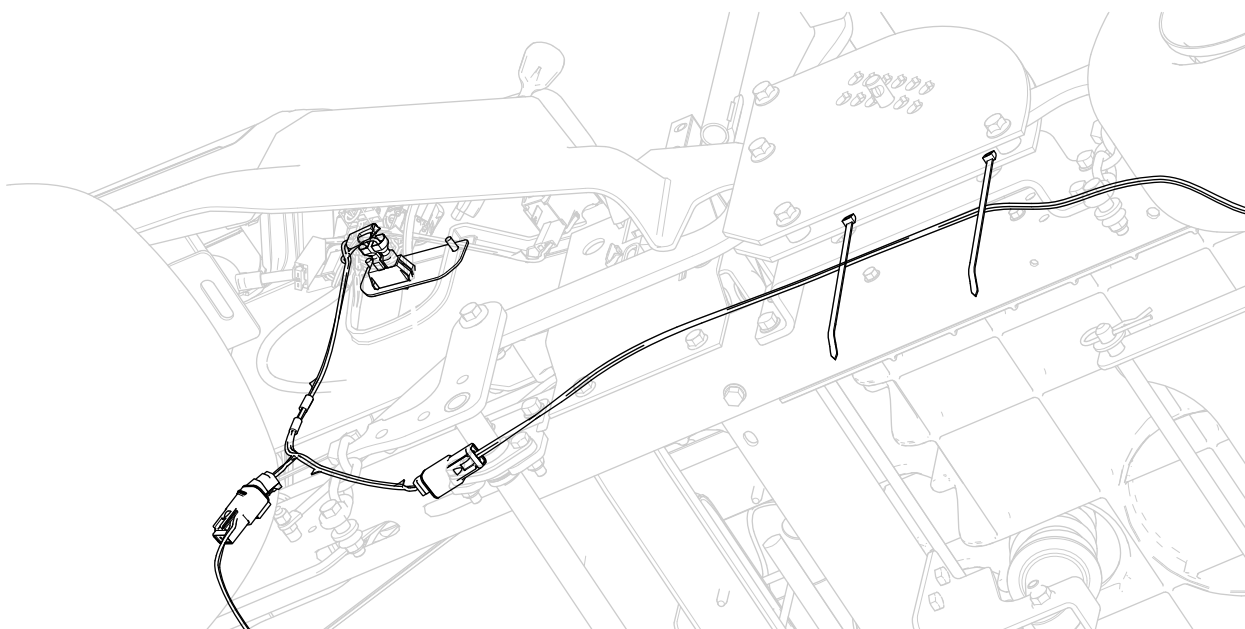

Bild 13
8. Verlegen Sie den Kabelbaum zwischen der rechten Steuerplatte und dem Hubhebel für die rechte Schneideinheit (Bild 13).
9. Schließen Sie das Kabelbaumkabel der vorderen Lampe am Kabelbaumanschluss für die Lampen an (Bild 13).